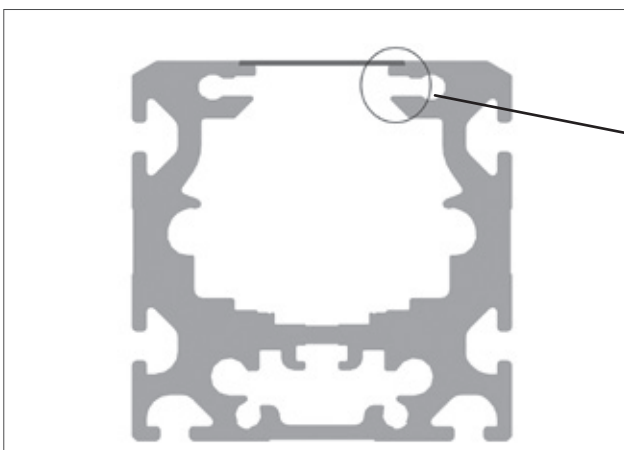

Bild 4.17 — Abdeckbandquerschnitt
5. Neues Abdeckband einsetzen. Das Abdeckband hat einen trapezförmigen Querschnitt. Beim Auflegen des neuen Abdeckbandes ist darauf zu achten, dass sich die breite Fläche unten befindet (Bild 4.17). Unter leichtem Druck mit der Hand oder einem glatten, nicht scharfkantigen Gegenstand rastet das Band in die vorgesehene Nut ein, so dass es bündig zur Profilerkante